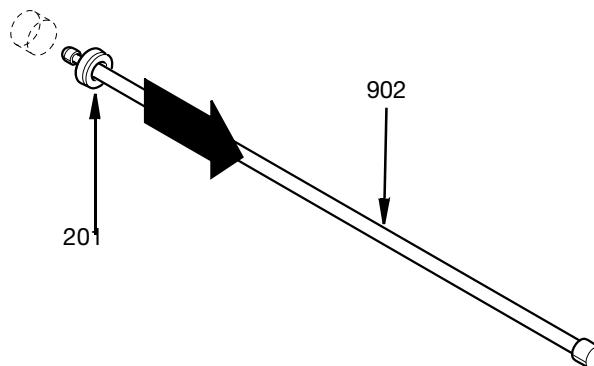

FIG. 34
Per rimuovere una guarnizione dell'asta, inserire l'estremità appuntita dell'asta di installazione della guarnizione (902) nel centro della guarnizione dell'asta (201). Agganciare il rientro dell'attrezzo sulla parte opposta della guarnizione e ritrarre la guarnizione dai distanziatori della guarnizione (203 e 204) o dal corpo del cilindro dell'aria (509). Vedere FIG. 34.